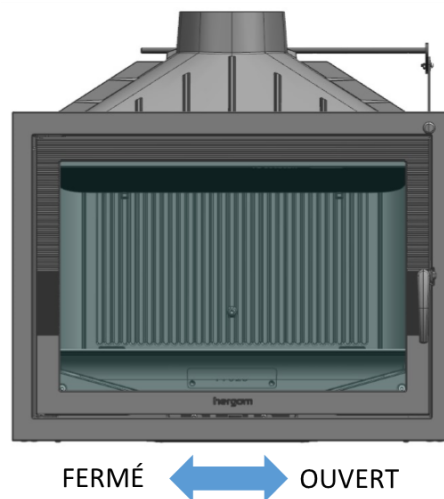

FIG. 4
La position intermédiaire est en général la meilleure mais elle dépend cependant de la qualité et du tirage de la cheminée installée et du type de combustible employé (bois durs ou tendres) (Fig. 4).
1. **Ouvrez complètement la ou les arrivées d'air de l'appareil. (Fig. 4)**